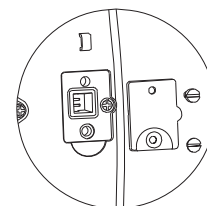

Abbildung 4-2. LFT-Stifte
2. Entfernen Sie die Sicherheitsabdeckung auf der Unterseite der Waage, um die beiden Stifte in der Aussparung zu sehen (siehe Abbildung 4-2). Schließen Sie diese Stifte beim **Einschalten** der Waage (z. B. mit einem Schlitzschraubendreher) kurz. Die Waage führt das Einschaltverfahren durch, und auf dem Display erscheint der aktuelle Status [L F L OFF] (Eichung deaktiviert, nicht verriegelt) oder [L F L ON] (Eichung aktiviert, verriegelt). Drücken Sie auf die Taste „No“ (Nein), um diese Einstellung zu ändern oder auf „Yes“ (Ja), um die Einstellung zu übernehmen.